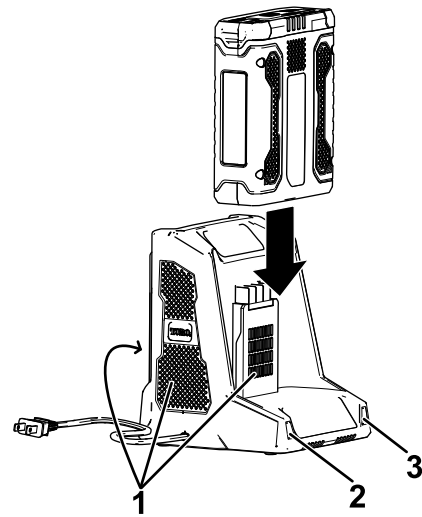

Figure 10
4. Glissez la batterie dans le chargeur jusqu'à ce qu'elle soit bien enclenchée (Figure 10).